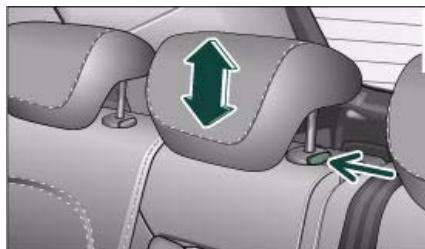

Fig. 64 Asientos traseros: Apoyacabezas central
- Para subir el apoyacabezas, sujetelo con ambas manos por los lados y desplácelo hacia arriba ⇒ fig. 64.